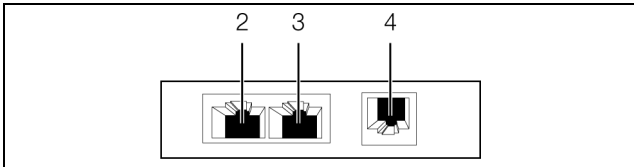

Abb. 10: Rückseite des CAN-Bus Sensors
■ Schließen Sie einen der folgenden CMC-TC-Sensoren am entsprechenden Anschluss an (Abb. 10, Pos. 4).
■ Verbinden Sie den CAN-Bus Sensor über ein CAN-Bus-Verbindungskabel mit einer CAN-Bus Schnittstelle der CMC III Processing Unit bzw. der benachbarten Komponente im CAN-Bus (Abb. 10, Pos. 2).
■ Schließen Sie ggf. an der zweiten, freien CAN-Bus-Schnittstelle des CAN-Bus Sensors (Abb. 10, Pos. 3) eine weitere Komponente an (z. B. einen anderen Sensortyp).